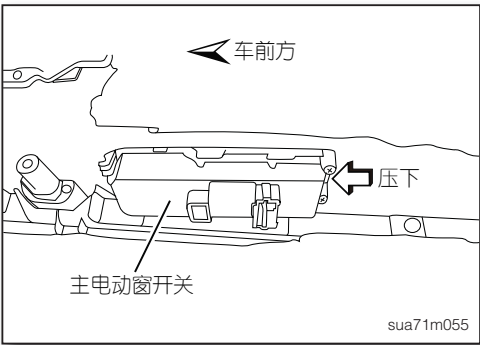

图12
- 2. 在主电动窗开关的后侧，使用适当工具将弹簧固定扣压下(如图12)，同时将主电动窗开关往上推出。